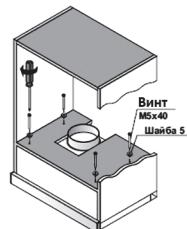

Рис. 3
- При помощи винтов из монтажного комплекта и отвертки прикрепите вытяжку к шкафу. (Рис. 3)